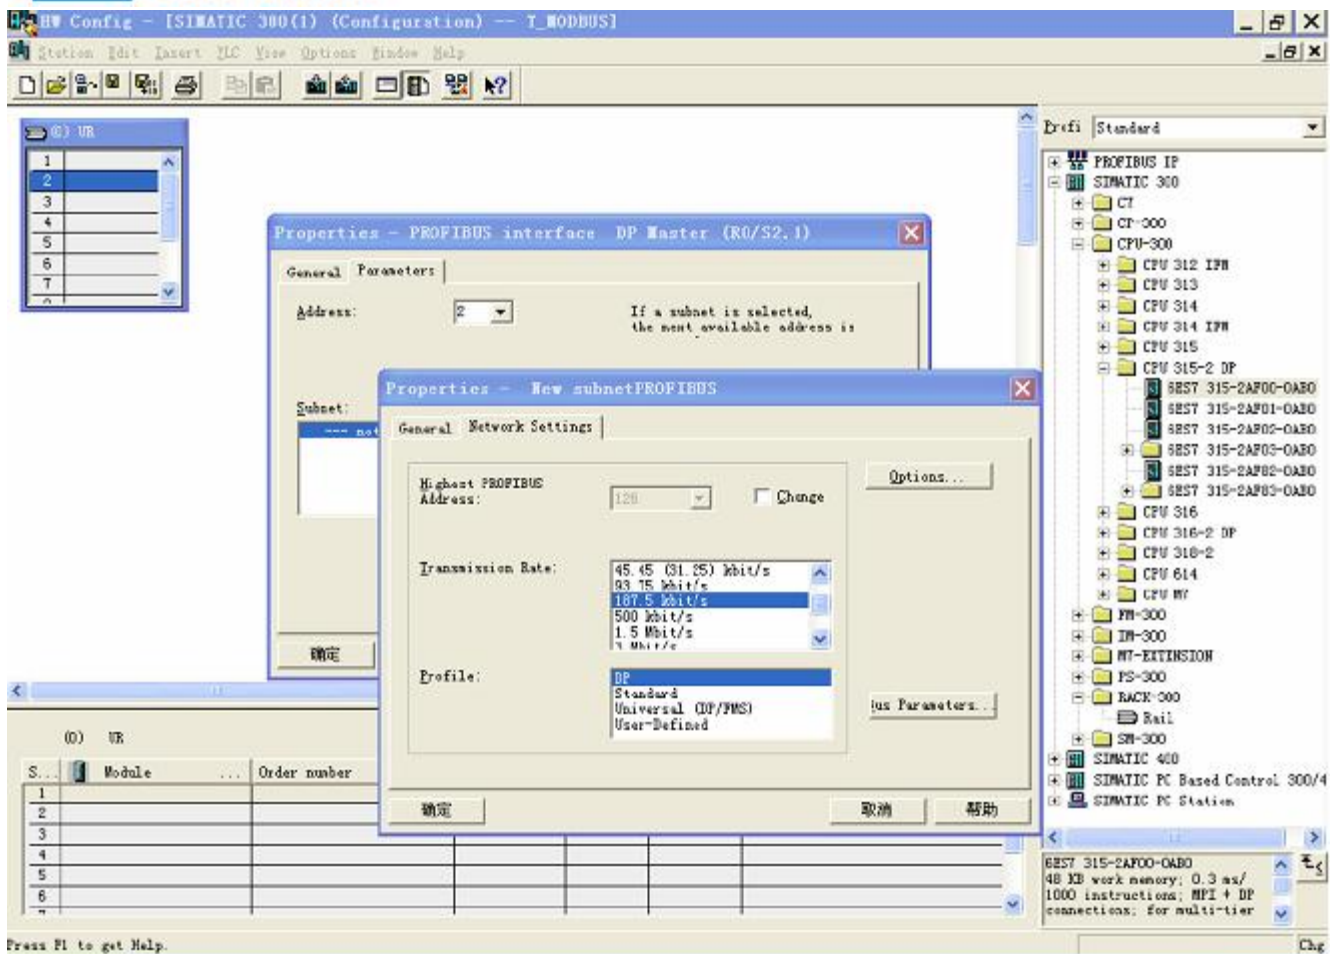

图 8
9. 创建 PROFIBUS-DP 网络, 设置 PROFIBUS-DP: New->Network settings, 选择 DP, 选择一个波特率如 187.5Kbps, 然后 “OK”. 双击它; 如图 8